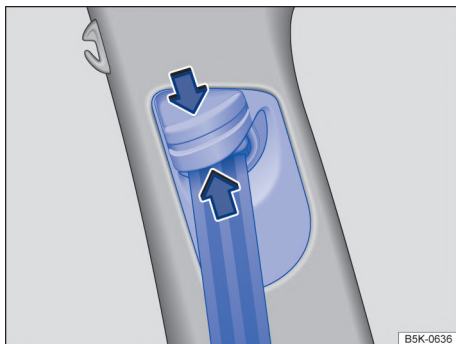

Fig. 33 Junto a los asientos delanteros: regulador de la altura del cinturón de seguridad.
- Presione el dispositivo de reenvío en el sentido de la flecha y manténgalo presionado → **fig. 33**.